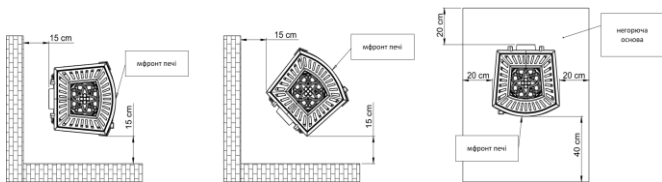

рис. 3. Безпечна відстань від печі до негорючих частин
- встановити її на негорючій основі, яка розмірами більша за піч мін. на 0,4 м від передньої частини печі і мін. 0,2 м, від бокових частин і ззаду печі (див. рис. 3),
- рекомендована відстань від негорючих частин - не менше 15 см (рис. 3).